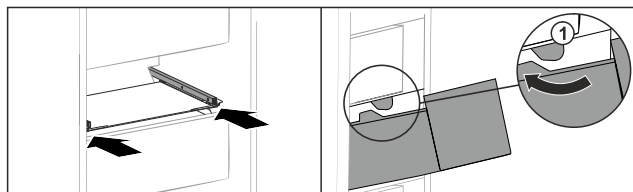

Fig. 204
- Ghidați sertarul în jurul opritorului Fig. 204 (1).